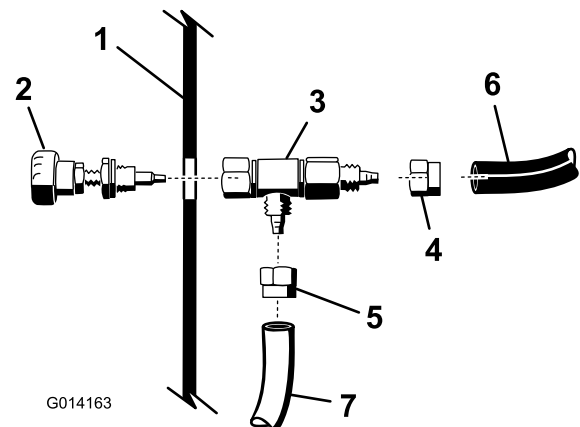

Figura 20
5. Desaperte a porca que prende o manípulo ao encaixe em T como se mostra em Figura 20.
6. Instale os tubos azul e transparente do tubo de espuma sob o tablier ao corpo da válvula reguladora como se mostra em Figura 20.